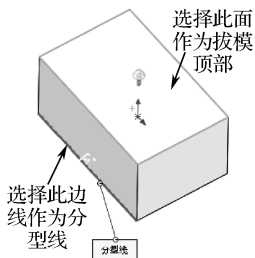

图 6-67 选择对象
- 04 选择“拔模类型”选项组下的“阶梯拔模”选项及“锥形阶梯”选项，选择长方体的顶部作为拔模方向，接着选择长方体的底面边线作为分型线，如图 6-67 所示。